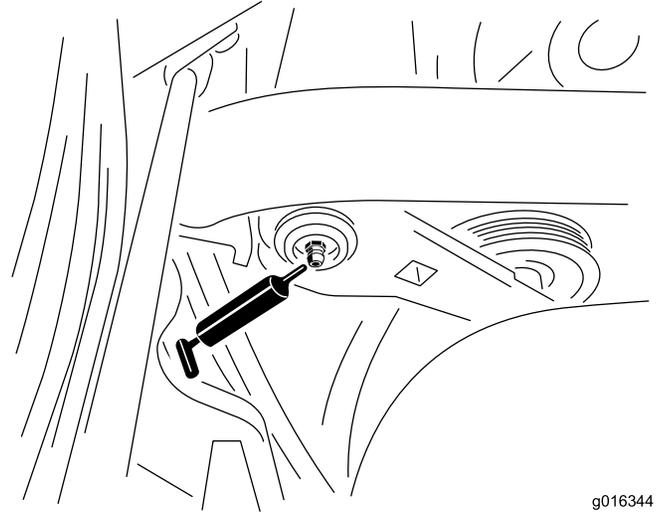

图27
1. 擦干净黄油嘴这样就不会导致异物进入轴承或轴套中 图27。